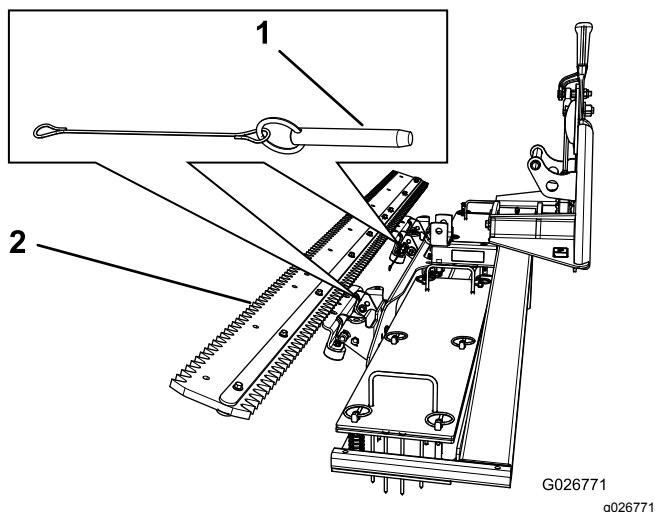

Рисунок 11
1. Выньте 2 штифта с отверстиями (Рисунок 11).
2. Отклоните механическую щетку вверх и вставьте штифты с отверстиями, чтобы зафиксировать ее в этом положении (Рисунок 11).